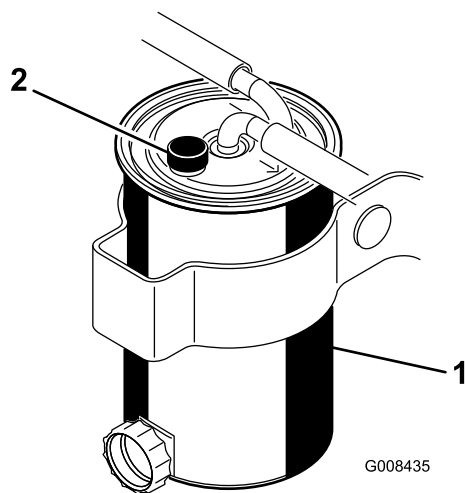

図 35
2. キャニスタの上部についているブリーザ・バルブをゆるめて水や異物を流し出す (図 35)。